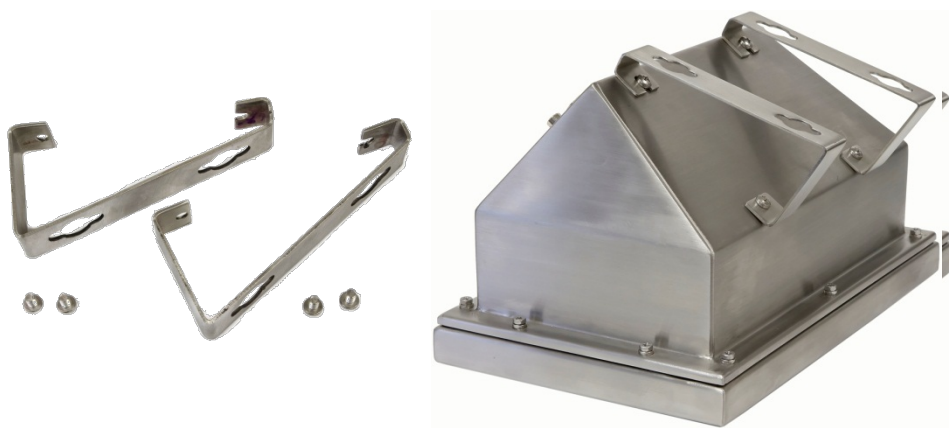

Figura 3-10: Staffe di montaggio a parete (sinistra), collegate all'armadietto (destra)
1. Bullonare le due staffe alla parte inferiore dell'armadietto utilizzando le quattro viti M5 incluse con le staffe. Le staffe devono essere collegate come mostrato in Figura 3-10.